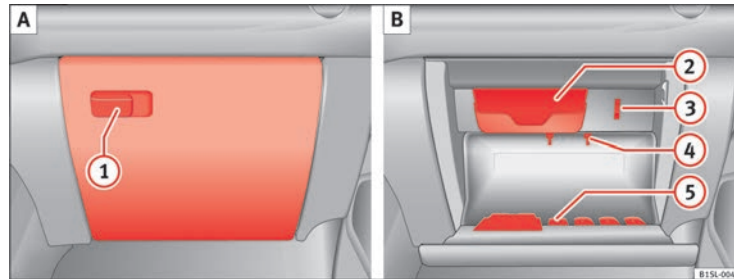

Abb. 73 Ablagefach mit Deckel auf der Beifahrerseite.
Zum *Öffnen* am Öffnungshebel ziehen → Abb. 73 ①.